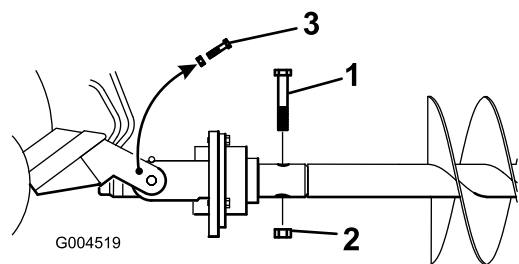

Figura 8
9. Fissate la trivella alla testata motrice con un bullone (7/8 x 4-1/2 poll.) e un dado (7/8 poll.) (Figura 8).
10. Rimuovete i bulloni e i dadi dai bracci della base installati nei passaggi (Figura 1 (se applicabile) e Figura 8).